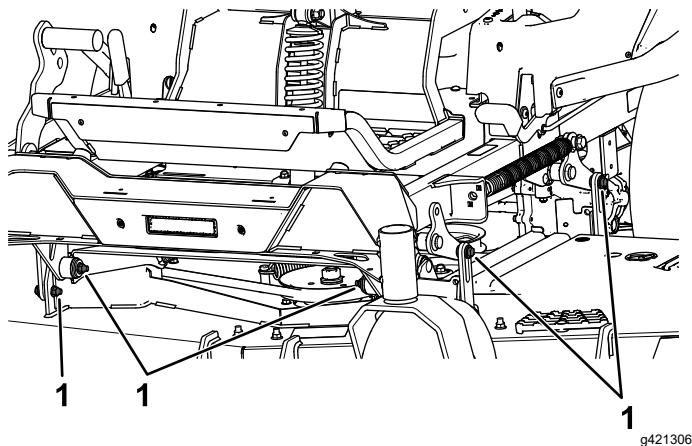

Рисунок 86
- Отверните болты и гайки с обеих сторон машины и сохраните их (Рисунок 86).